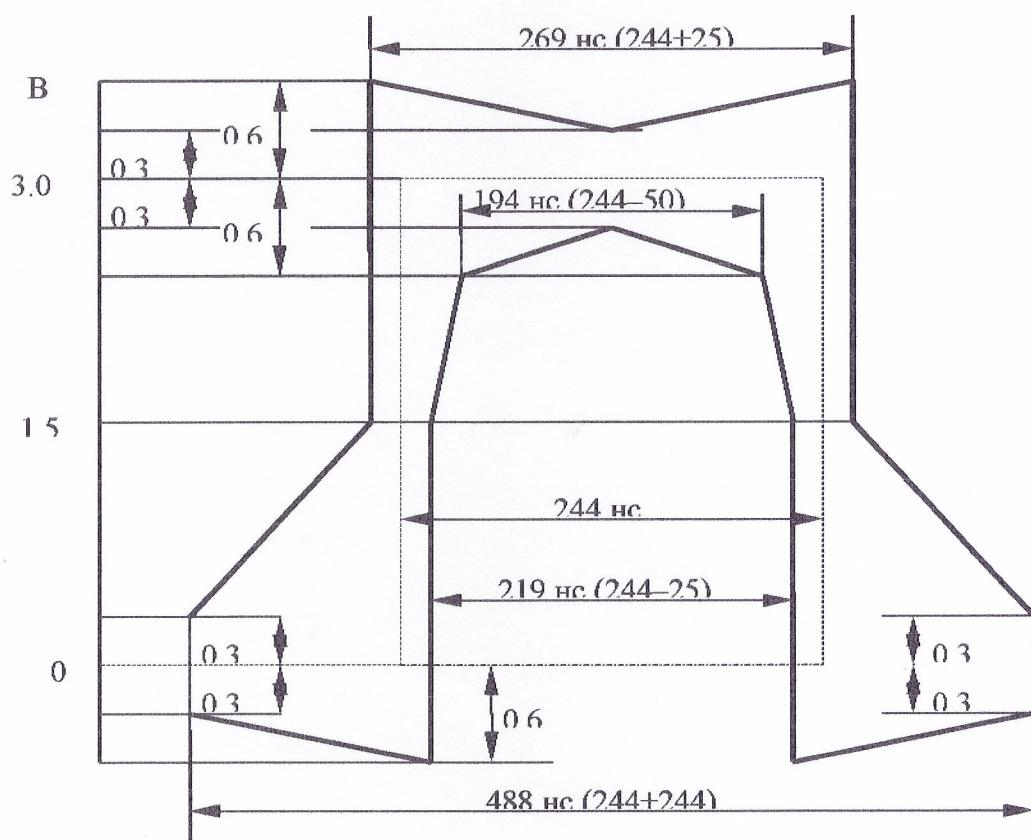

Рис.4. Мaska формы импульса на симметричном выходе анализатора (2048 кбит/с).
8.3.4.4. Форма сигнала сравнивается со специальной маской (рис.4 и 5) в соответствии с ГОСТ 26886-86 (рекомендация ITU-T G.703).